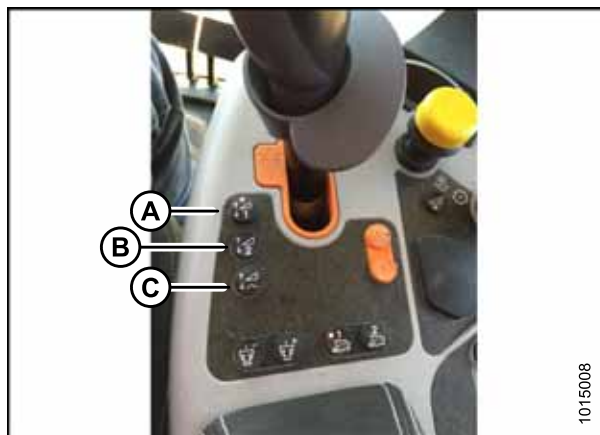

Рисунок 3.392: Органы управления комбайнов New Holland
5. Выберите одну из кнопок задания автоматического контроля высоты, показанных на рис. 3.392, страница 254.